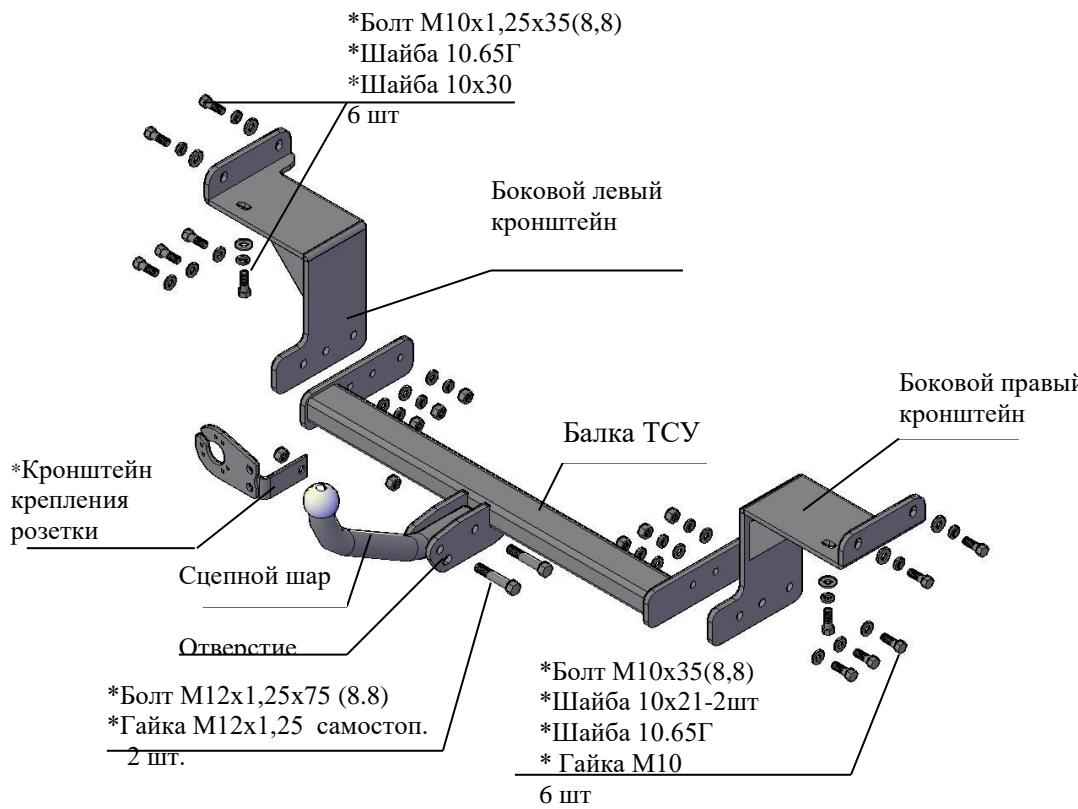

Рис.1 Тягово-сцепное устройство 7351.
2.1 ТСУ 7351 в сборе (рис.1)
2.2 Пакет с комплектующими (см. рис.1)
4.3 Закрепить боковой правый и левый кронштейны ТСУ (соответственно рис.1) к внешним боковым и нижним полкам лонжеронов а/м, используя болты M10x1,25x35 и гайки штатные (в лонжеронах), подложив под головки болтов шайбы гроверные 10.65Г и шайбы 10x30. Крепеж не затягивать.